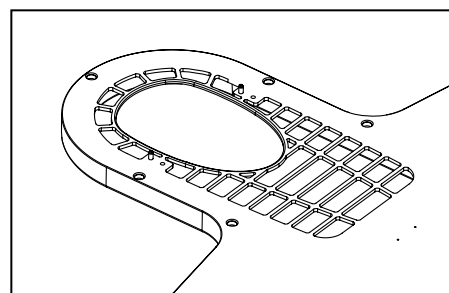

Fig. 3
3. Se till att stiften sitter fast ordentligt före användning. (Fig. 3)